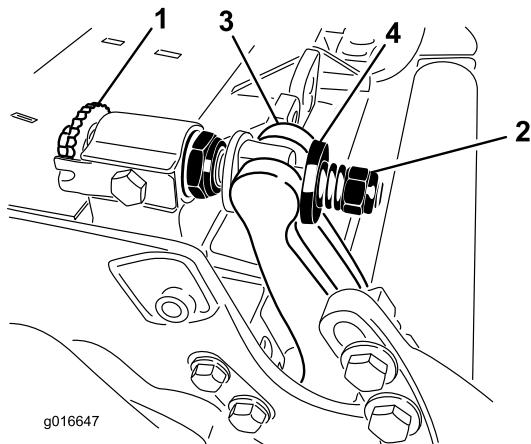

図 30
1. ベッドバー調整ねじを左に回して下刃とリールの接触を完全になくす図 30。
2. スプリングテンションナットをゆるめて、ワッシャがベッドバーを全く押さないようとする図 30。